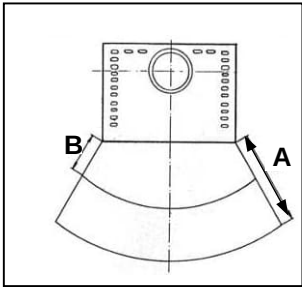

Fig. 2
Per gli elementi costruttivi, i mobili e i tessuti di arredamento infiammabili situati nella zona di irraggiamento della stufa è necessario rispettare una distanza minima di **110 cm (A)**, misurati dal bordo anteriore dell'apertura del focolare. La distanza di sicurezza si riduce ai **55 cm (B)** qualora di fronte all'elemento sia installata una protezione areata (v. fig. 2).